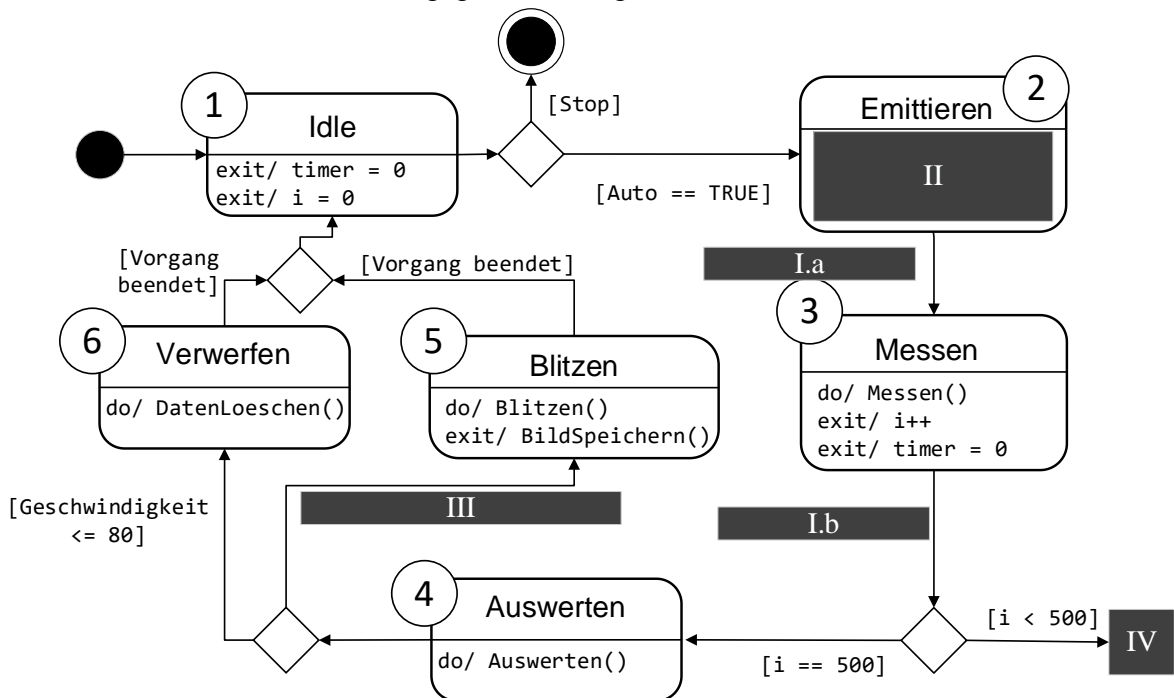

Bild 17.2: Unvollständiges Zustandsdiagramm des Betriebsablaufs
Es ist das in Bild 17.2 gezeigte Zustandsdiagramm mit den Zustandsnummern ① bis ⑥ gegeben. Füllen Sie die durch römische Ziffern gekennzeichneten Lücken im Lösungsfeld aus, bzw. beantworten Sie die angegebenen Fragen.